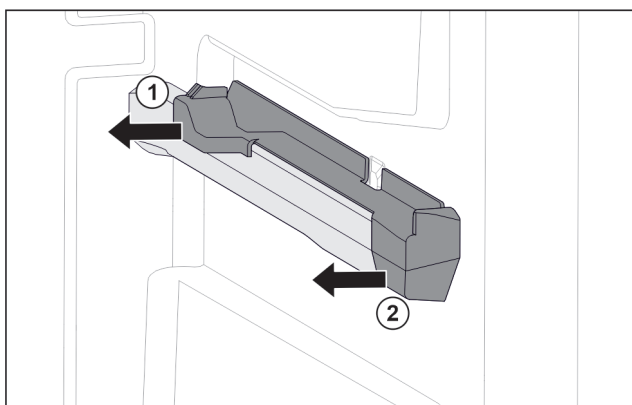

Fig. 82 Påsettsingsdel på høyre beholderribbe
- ▶ Trekk av påsettsingsdel bak til siden. Fig. 82 (1)
- ▶ Trekk av påsettsingsdel foran til siden. Fig. 82 (2)